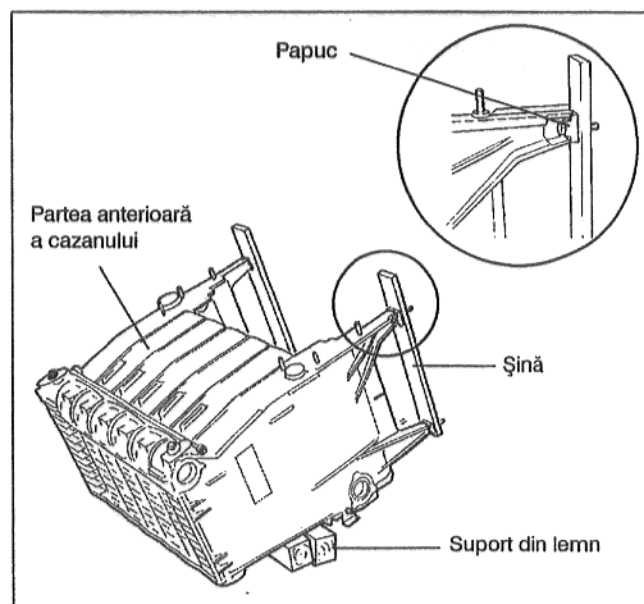

Fig. 11
- Blocul cazanului se culcă pe partea din spate cu ajutorul unor suporturi de lemn (Fig. 11).
- Papucii sunt prinși pe picioare (Fig. 11).
- Șuruburile (M8 x 50) se introduc de sus în papuci (Fig. 11).
- Se pun șinele pe șuruburi (Fig. 11).